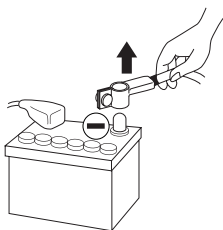

图 1
- 开始安装前，请先断开蓄电池负极，以免造成伤害、火灾或财产损失的风险。（图1）
- 2 - 开始安装前，请先断开电池负极的电缆（图1）。
在进行连接之前，请务必取下汽车电池的负端子 (-) (图1)。